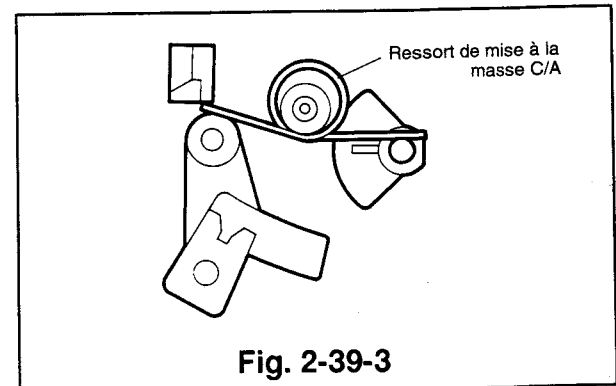

Fig. 2-39-3
- 1) S'assurer que le ressort (mise à la masse C/A) se trouve dans la position indiquée dans la Fig. 2-39-3.